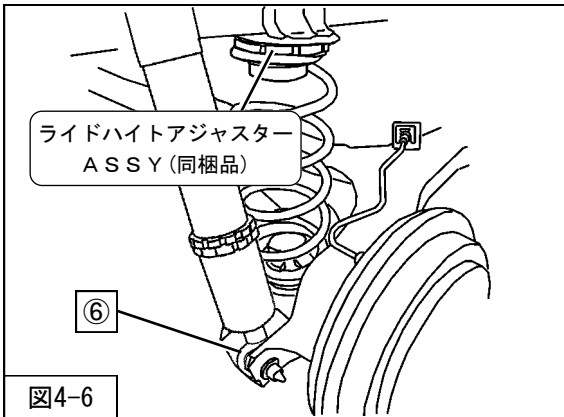
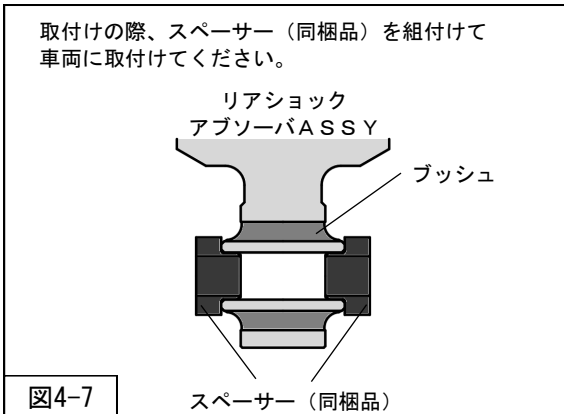

図4-6
図4-7
6. アクスルビームをジャッキで下から支えながら、P 6「サスペンションASSY構成図」を参考に、ラバーシート（同梱品）ライドハイトアジャスターASSY（同梱品）リアスプリング（同梱品）ロアマウンティングラバー（純正部品加工）を車両に取付けてください。（図4-6）
8. スペーサー（同梱品）をリアショックアブソーバASSY下側のブッシュ両端に取付け、リアショックアブソーバASSY（同梱品）⑥リアショックアブソーバASSYロア取付ボルト（締付トルク：54N・m）を取付けてください。（図4-6・図4-7）